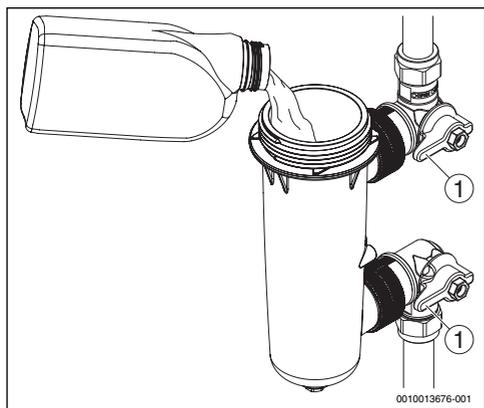

Fig. 15 Ajout d'un inhibiteur
- ▶ S'assurer que les vannes soient en position ouverte comme indiqué par la marque verte sur la vanne (→ Fig. 15, [1]).